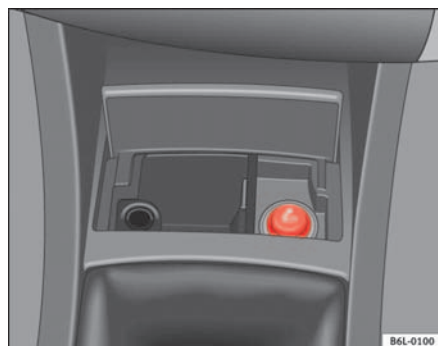

Fig. 81 Allume-cigare
- Enfoncez le bouton de l'allume-cigare ⇒ fig. 81 pour l'allumer ⇒ .